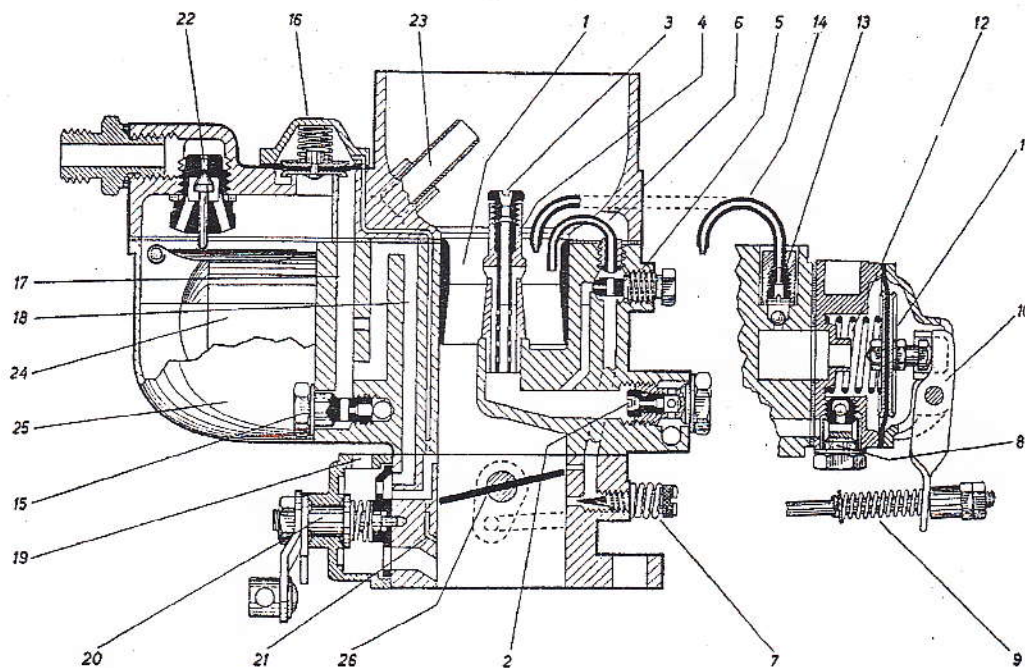

Bild 07-0/11
Bei den Typen 220a und 219 wird ein Solex-Doppel-Fallstromvergaser Typ 32 PAATI verwendet. Der Doppel-Fallstromvergaser vereinigt praktisch zwei getrennte Vergaser in einem Gehäuse. Er besitzt zwei Saugkanäle mit einem Durchmesser von je 32 mm, je ein Hauptvergassungs-System und je eine Leerlaufeinrichtung. Die Beschleunigungspumpe und die Startvorrichtung versorgen jedoch beide Saugkanäle des Vergasers gemeinsam. Das Schwimmergehäuse und der Lufteintritt sind zentral angeordnet (Bild 07-0/11).
**Anm.:** a) Bild 07-0/11 zeigt den Vergaser der 1. Ausführung ohne Graugußflansch am Drosselklappenteil. Die Vergaser der 2. Ausführung mit Graugußflansch sind beim Typ 220 a serienmäßig eingebaut ab Motor-End-Nr. 45 02815.